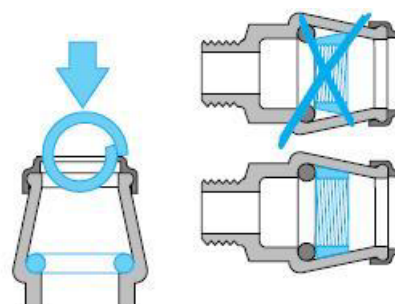

Figura 7
2. Inserire un nuovo anello di bloccaggio nel manicotto (v. figura 7)